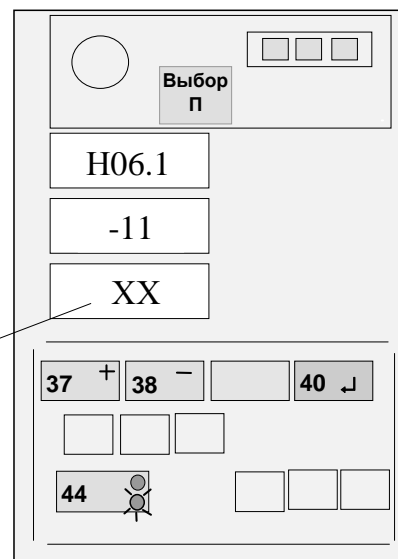

Рисунок 12 - Ввод температурного коэффициента
Если значение температурного коэффициента, указанное на жгутах ПрУ, отличается от значения, выдаваемого на средний ИЖЦ, нажатием кнопки 44 установить на верхнем ИЖЦ код "H06.1", а затем, нажимая кнопки "+" (41) и "-" (42), установить на среднем ИЖЦ значение коэффициента для ПрУ (см. рисунок 12 для коэффициента М11), причем знак плюс на индикаторе не отображается, а знак минус отображается символом " - ".